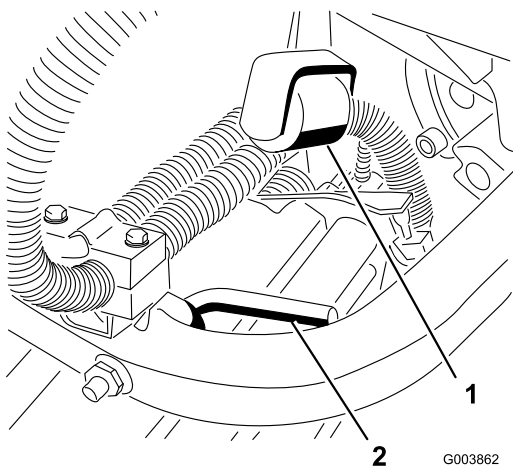

Bild 12
- Prüfen Sie die Einstellung der Sperrrollen (Bild 12). Bei richtiger Einstellung berühren Sie die Sperrhebel an den hinteren Hubarmen und stützen die Mähwerke ab, wenn sie ganz ausgefahren sind.